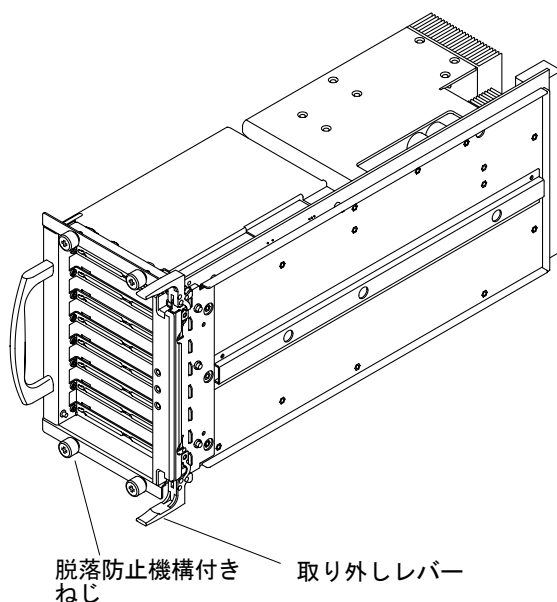

図 9-4 PCI I/O アセンブリ
6. 4 本のプラスの脱落防止機構付きねじを完全に緩めます (図 9-4)。
6. 4 本のプラスの脱落防止機構付きねじを締めます (図 9-4)。